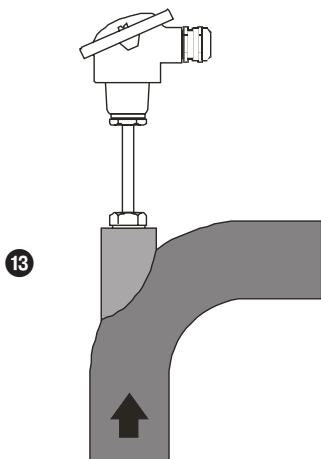
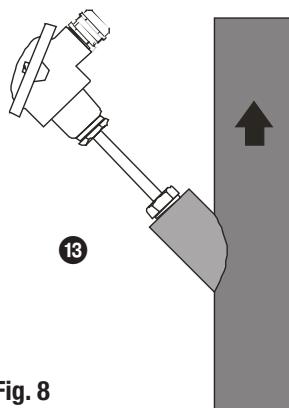

Fig. 7
Fig. 8
- Bei Einbau des Temperaturfühlers in Rohrleitungen schweißen Sie bitte das Winkelstück **13** auf. Dadurch wird sichergestellt, dass der temperaturempfindliche Teil **2**, **6** des Temperaturfühlers gegen die Strömungsrichtung in das Medium eintaucht. **Fig. 7 und Fig. 8**